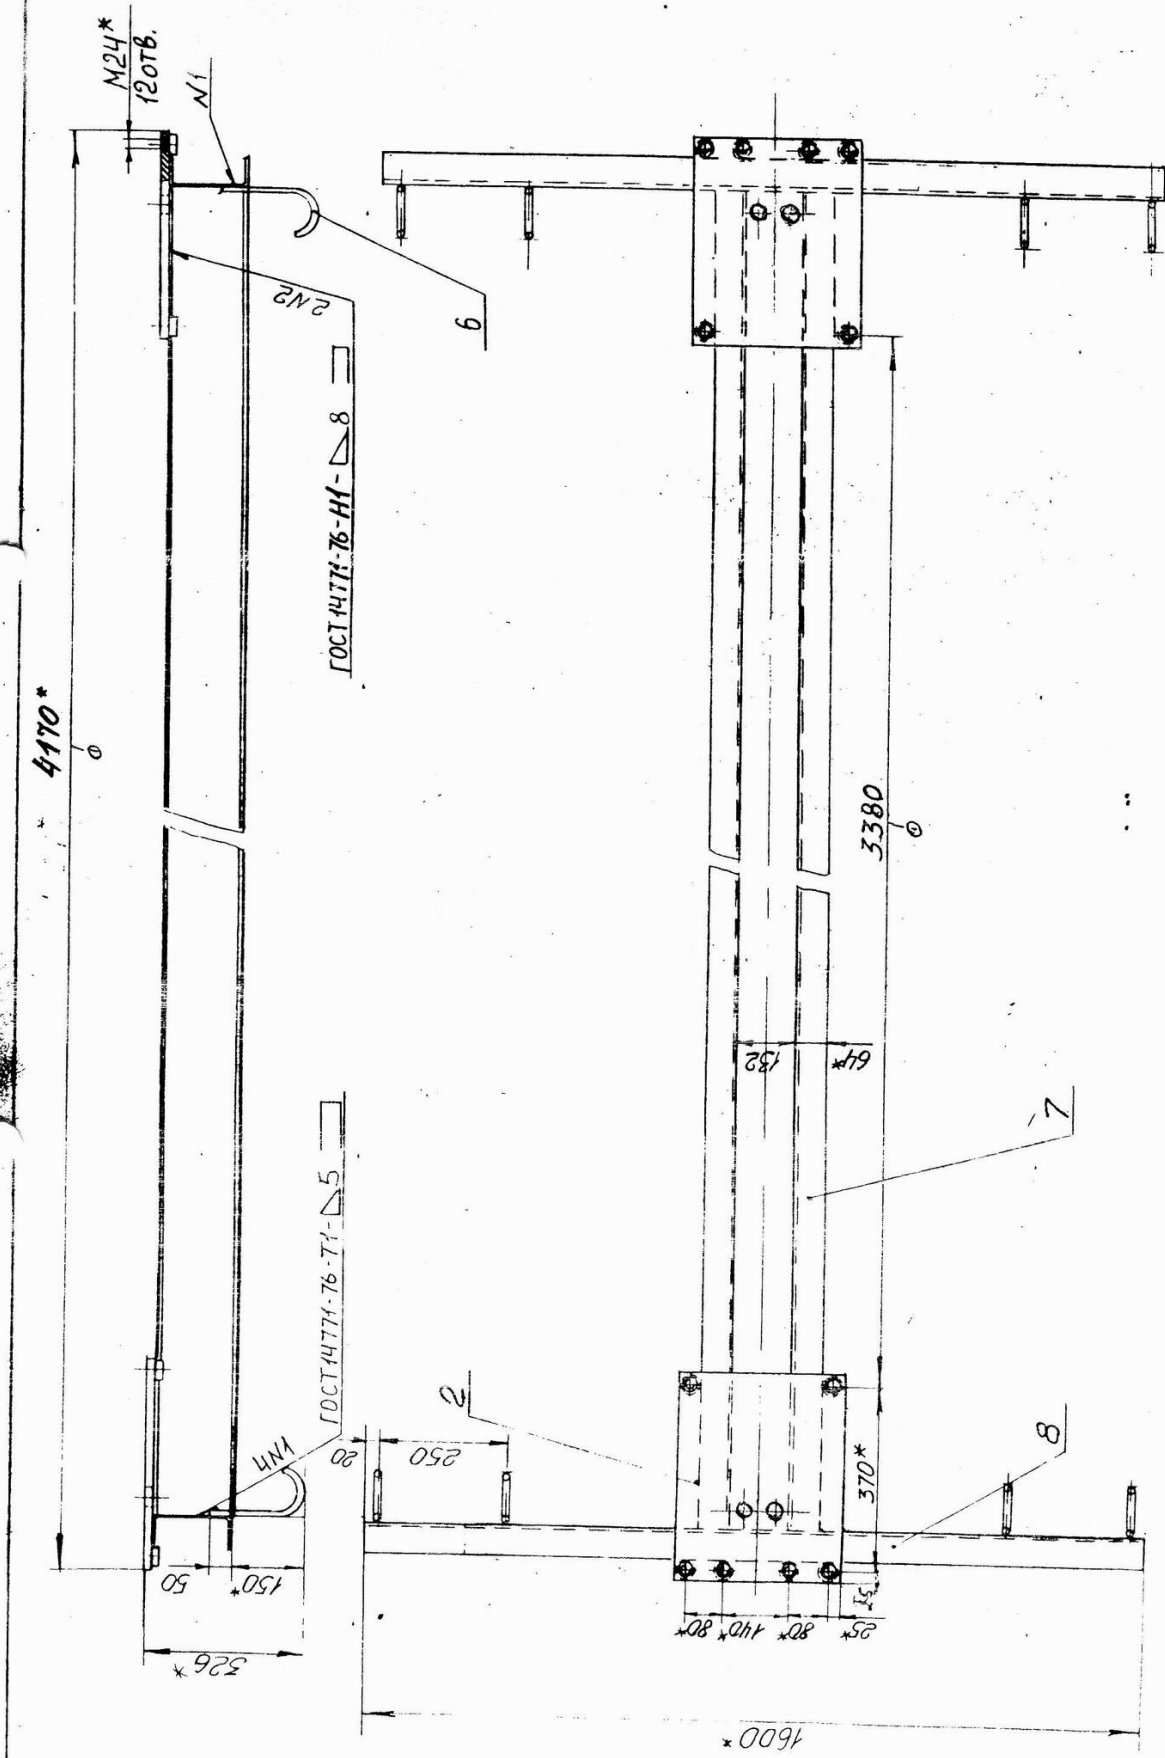

Рис. 6 Рама
6.3.2. Сварить две рамы в соответствии с рис.6.